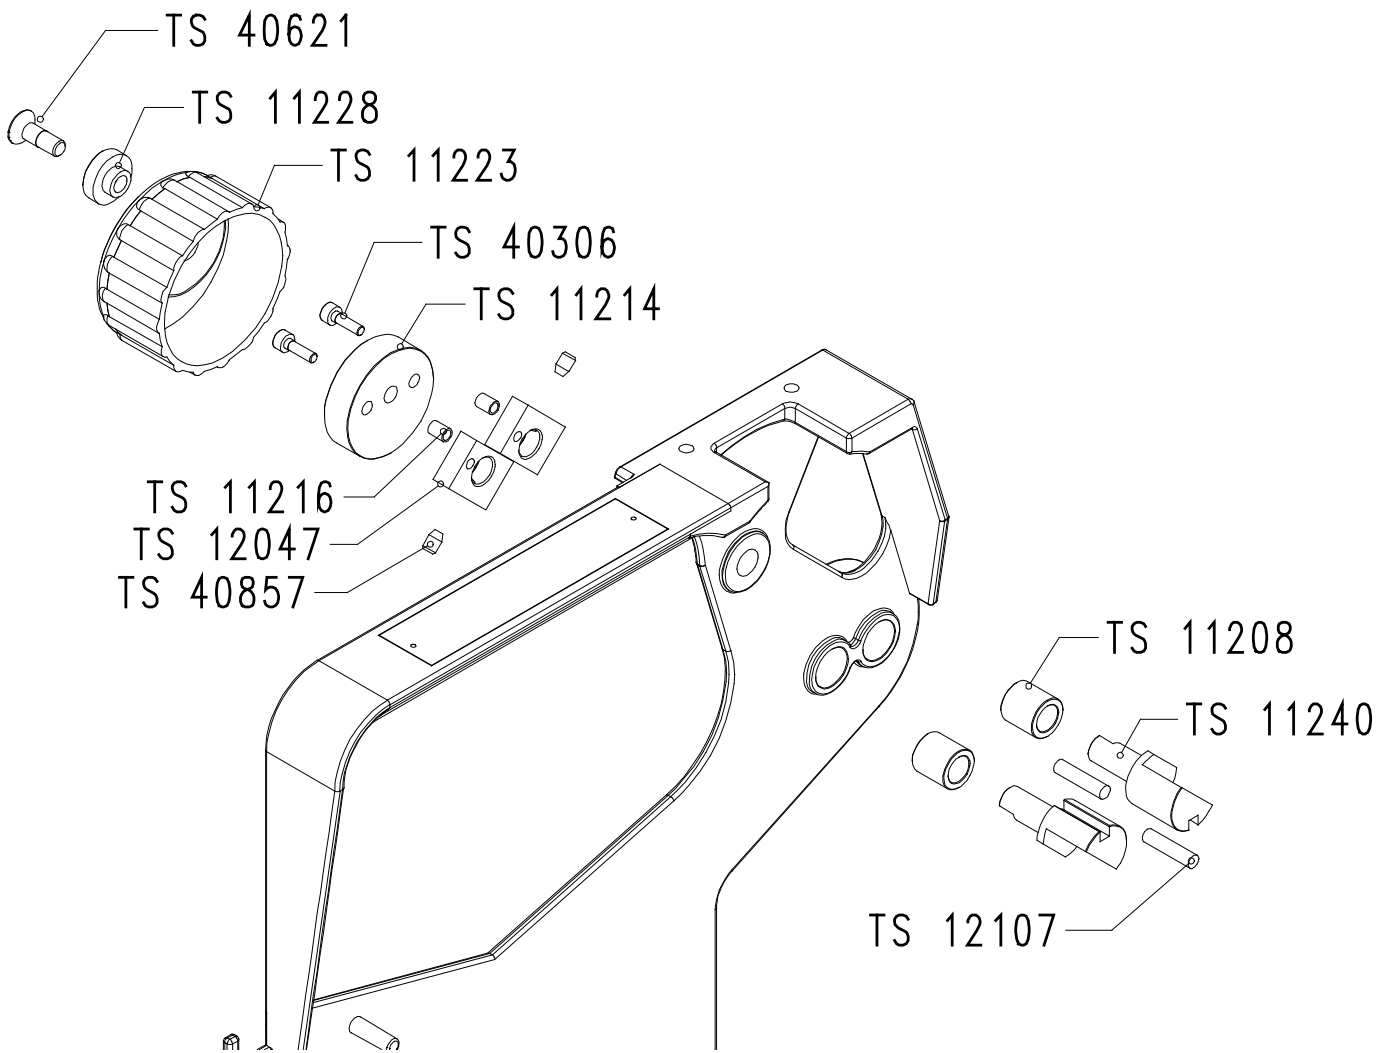

Figure 10-5: nettoyeur de ruban, détail des composants
- Figure 10-5: nettoyeur de ruban, détail des composants